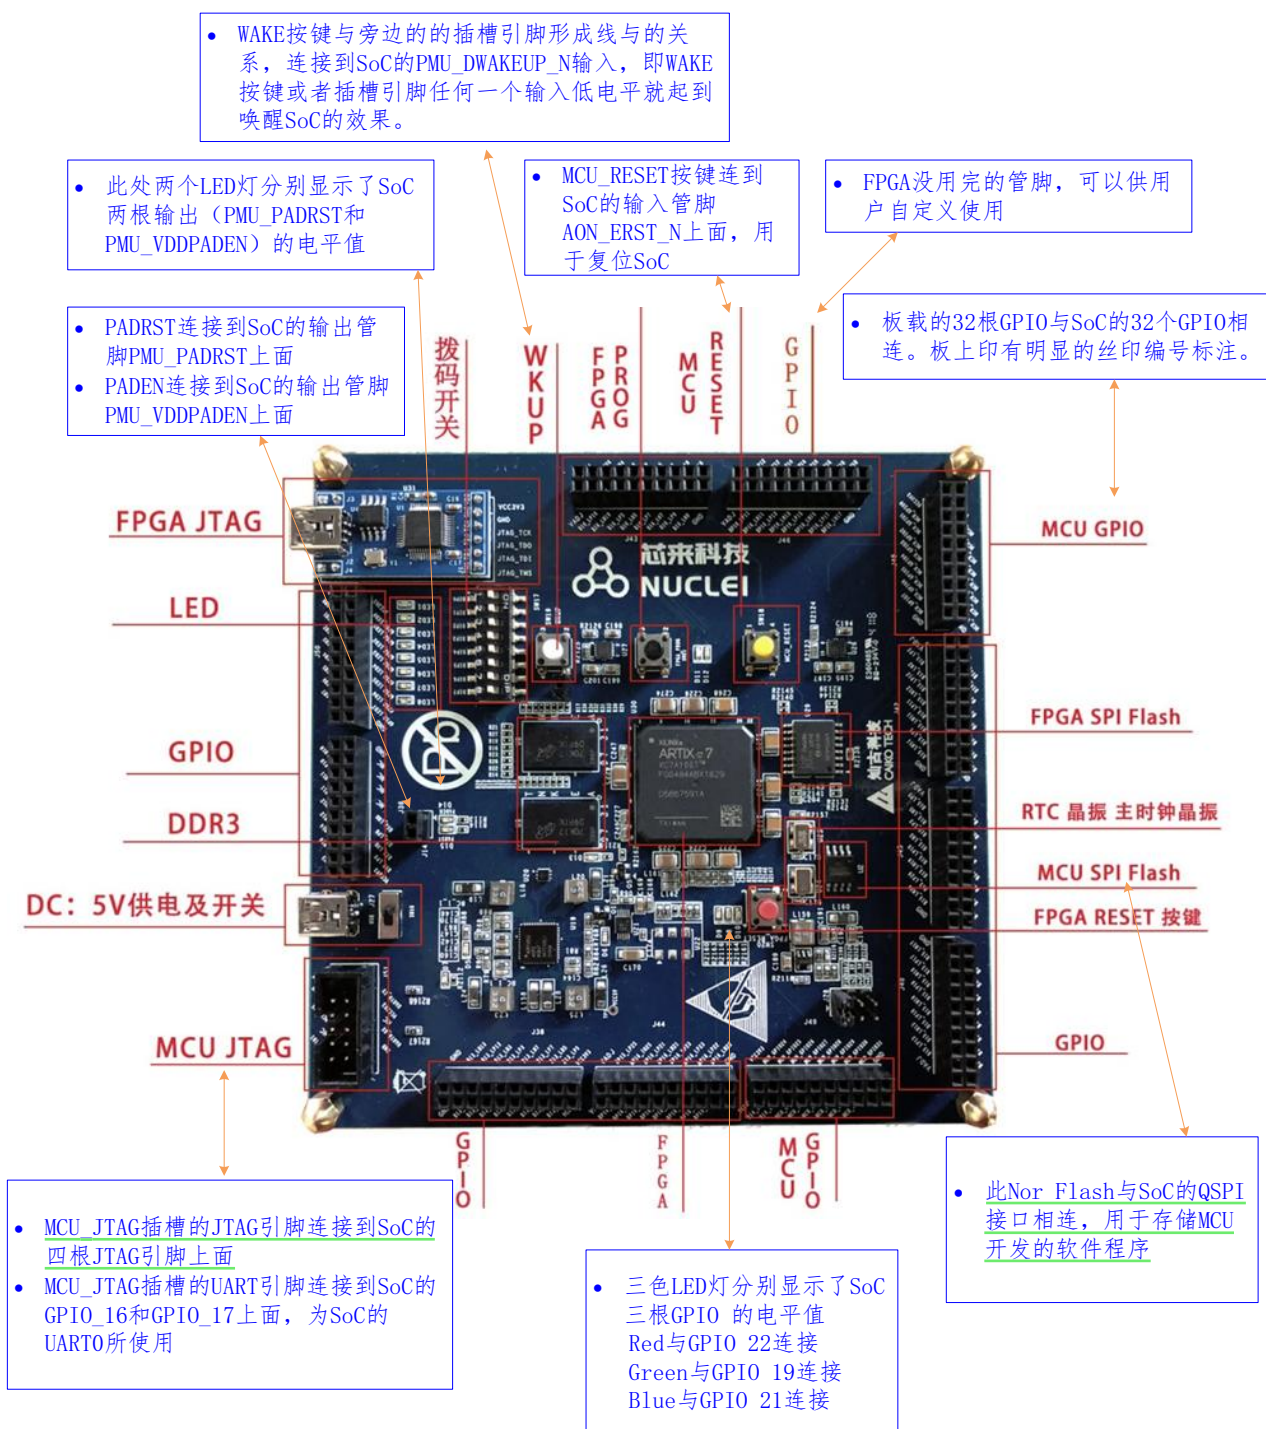

图 2-2 蜂鸟 FPGA 开发板的 MCU 定制部分
为了便于此开发板直接作为 MCU 原型嵌入式开发板使用，将“蜂鸟 E203 开源 SoC”（简称 SoC）的顶层引脚直接连到开发板上，并配有明显的丝印标注，详细描述如图 2-2 中所示，其要点如下：
■ 更多详细描述如图 2-2 中所示。